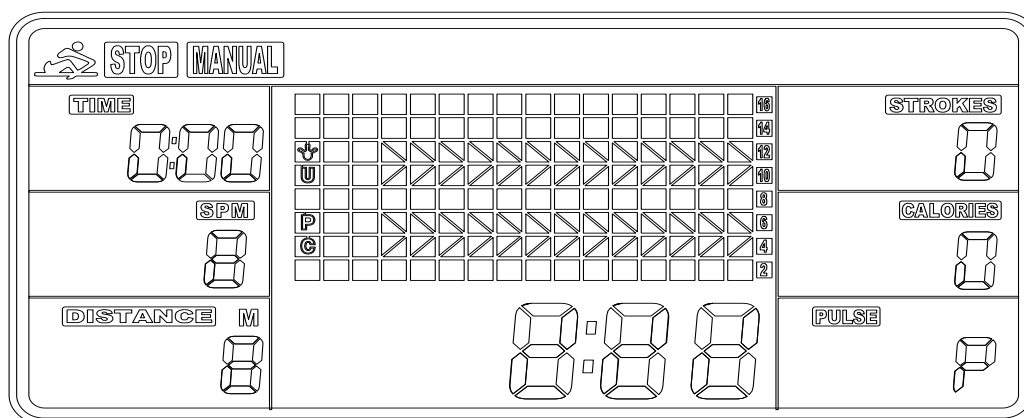

Fig. 4
(1) MANUAL (MANUEL) (Fig. 4): Il existe 2 options en mode MANUEL.